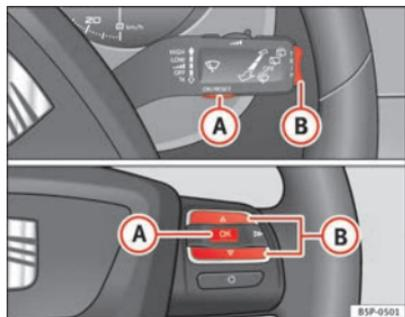

Fig. 40 Commandes à bascule A et B. Commandes au volant.
- Lorsque le contact est mis, appuyez brièvement sur la touche ⇒ fig. 40 **A** du levier de l'essuie-glace pour passer d'une mémoire à l'autre ou appuyez sur la touche **A** des commandes au volant ⇒ fig. 40.